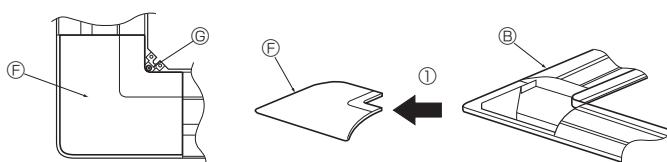

Fig. 8-4
8.2.2. Удаление угловой панели (Fig. 8-4)
- Удалите винт из угла угловой панели. Для удаления угловой панели сдвиньте угловую панель в направлении стрелки ①.